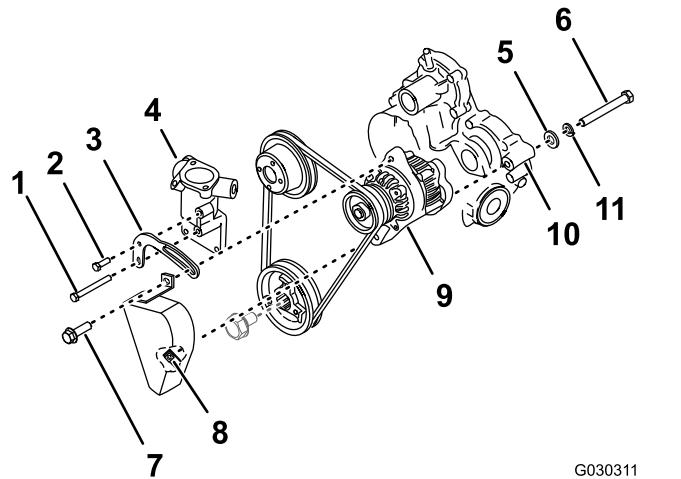

Figura 242
3. Retire el perno de bloqueo del alternador y el soporte de tensión de la correa (Figura 242).
4. Retire el perno del soporte de tensión corto de la carcasa del termostato y el soporte de tensión de la correa (Figura 242).
5. Retire el perno del soporte de tensión largo del cabezal del cilindro, la carcasa del termostato y el soporte de tensión de la correa, y retire el soporte de tensión de la correa de la máquina (Figura 242).
6. En la parte trasera del alternador, afloje totalmente el perno de pivot y retire la cubierta de la correa de la máquina (Figura 242).
7. Mientras sujetela alternador, retire el perno de pivot, la arandela de freno y la arandela plana del alternador y la carcasa de engranajes del motor (Figura 242).